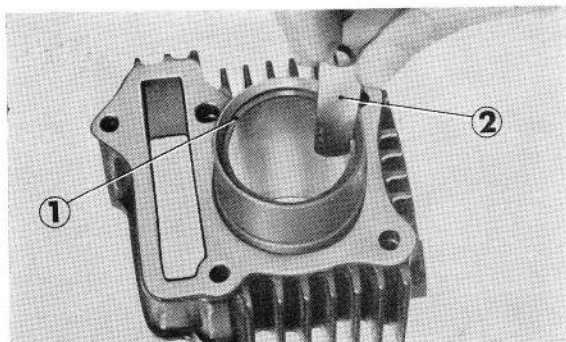

Figure 2-30 : ① segment ② jauge d'épaisseur
7. Ouverture des segments : introduire chaque segment bien d'aplomb dans le cylindre, et mesurer leur ouverture au moyen d'une jauge d'épaisseur (figure 2-30).